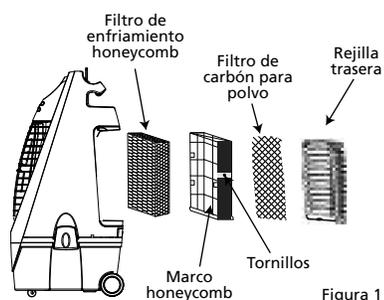

Figura 1
- El filtro de carbón* y el filtro de enfriamiento honeycomb se encuentran dentro de la rejilla posterior. Consulte la figura 1 para obtener instrucciones sobre la manera de sacarlos de la unidad para la limpieza y su mantenimiento.